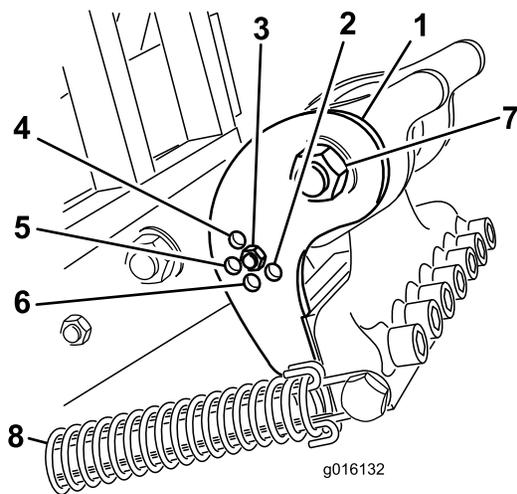

Рисунок 38
Установите дугообразный кронштейн (Рисунок 38) в надлежащее положение, исходя из длины используемых зубьев. Упор вала устанавливается в одно из пяти предусмотренных положений путем выбора отверстия, через которое пропускается регулировочный стержень. Эти отверстия обеспечивают только предварительную установку; например, используя 10-дюймовый зуб в положении «12 дюймов», можно получить более гладкий газон; все зависит от условий применения.
3. Снимите пружину растяжения с головки с зубьями (Рисунок 38).
4. Извлеките гайку и болт из регулировочных отверстий в дугообразном кронштейне (Рисунок 38).